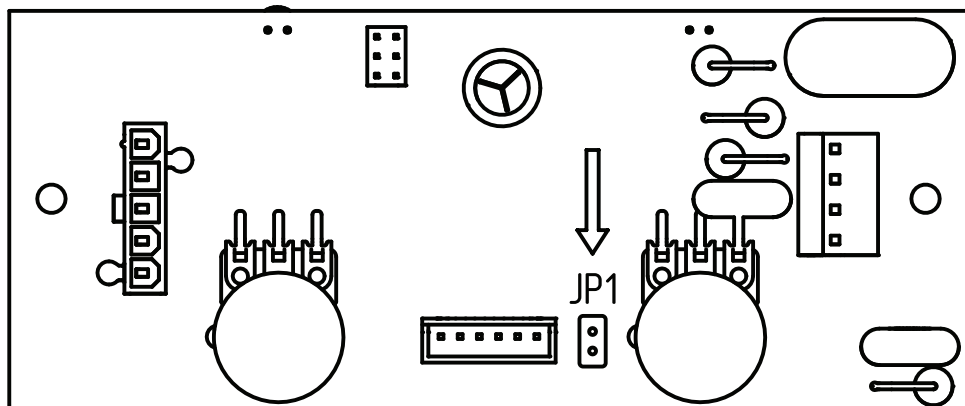

Рис.7 Плата панели управления
2. Замкните выводы перемычки JP1 (**Рис.7**) на плате управления и включите электропитание;